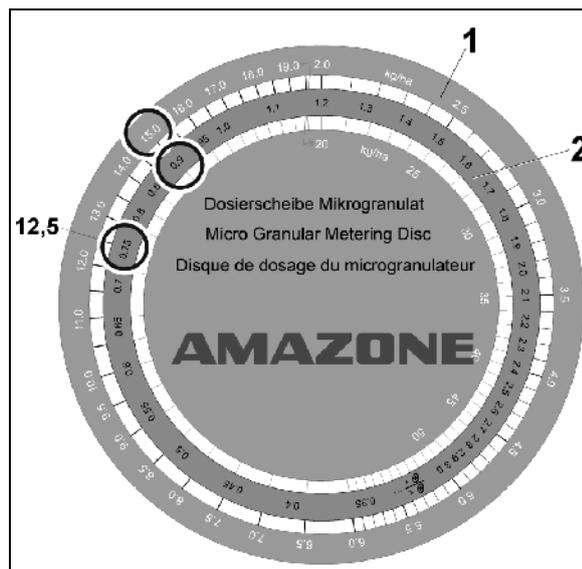

Fig. 27
- Buscar el valor de la dosis de aplicación [kg/ha] en el disco dosificador (Fig. 27) y superponer con la relación de transmisión ajustada en la placa giratoria (Fig. 27/2).